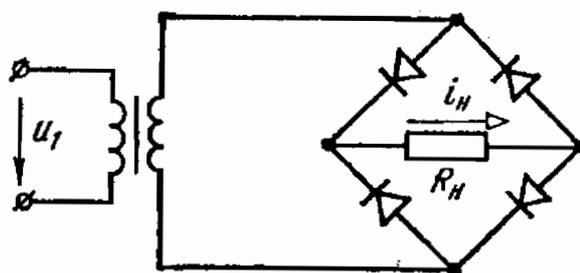

Рис. 13.3
13.3. Для мостового выпрямительного устройства (рис. 13.3) использованы полупроводниковые диоды. Определить необходимые